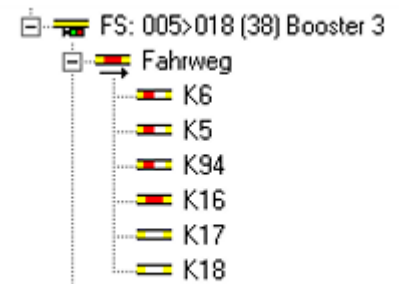

Abb. 15.37 Die Informationen zum Fahrweg
Les informations relatives à l'itinéraire sont visualisées à l'aide de petites barres rouges. La figure 15.37 montre qu'un véhicule ou un train circule sur l'itinéraire 005>018 (38). Les informations relatives à l'itinéraire indiquent que le contact de départ K5 était occupé et a déjà été quitté (marquage rouge à gauche). Le contact K16 est occupé (marquage rouge au centre), c'est là que se trouve actuellement le véhicule, tandis que les autres contacts de retour (K17 et K18) n'ont pas encore été traités par le véhicule (pas de marquage rouge).